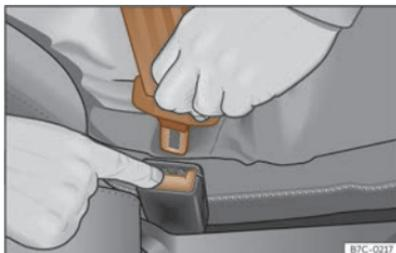

Fig. 19 Rilasciare la linguetta della chiusura della cintura.
- Premere il tasto rosso della chiusura >>> **fig. 19**. La linguetta uscirà dalla chiusura.